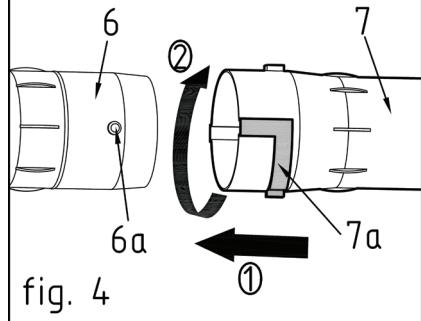

fig. 4
1.4 Подсоединение сопла (рис. 4)
- Совместите штифт (6а) и прорезь (7а) и наденьте насадку (7) на промежуточную трубу (6) (шаг 1).